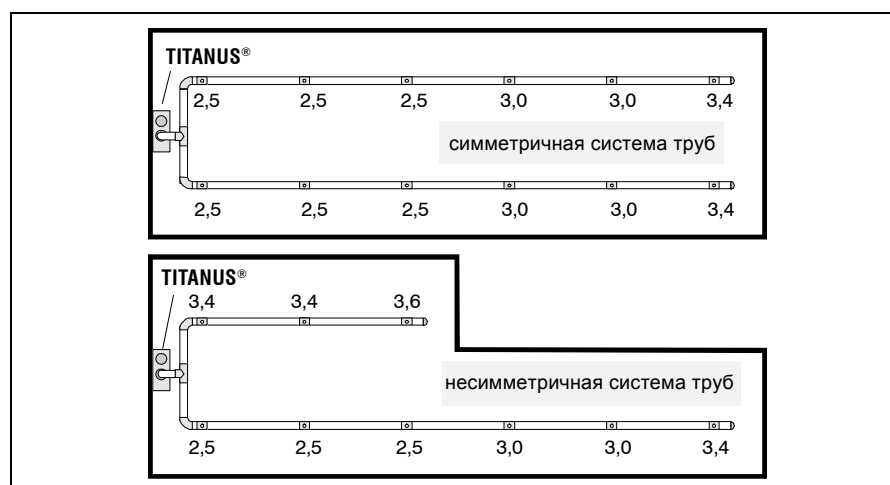

Рис. 4.1: Пример для симметричной и несимметричной U-образной системы труб
На рис. 4.1 в качестве примера показана U-образная система труб с тремя и шестью воздухозаборными отверстиями на каждое ответвление с рассчитанными согласно Главы 4.6.2 "Стандартное проектирование" диаметрами.
**Асимметричная** Если система труб из-за специфической геометрии защищаемого пространства должна быть несимметричной (см. также рис. 4.1), то в этом случае необходимо руководствоваться следующими правилами: